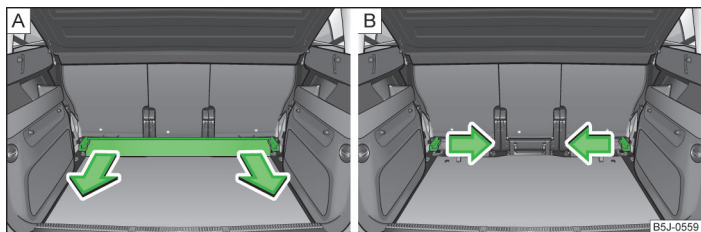

Fig. 53 Portbagajul: scoaterea șinei transversale / scoaterea penelor de fixare
- Prindeți șina de susținere transversală » fig. 53 - **A** și extrageți-o prin trageră în sensul săgeții.
- Prindeți pana de fixare » fig. 53 - **B** și extrageți-o prin trageră în sensul săgeții. Pentru demontarea penei de fixare de pe cealaltă parte a portbagajului, procedați în același mod.